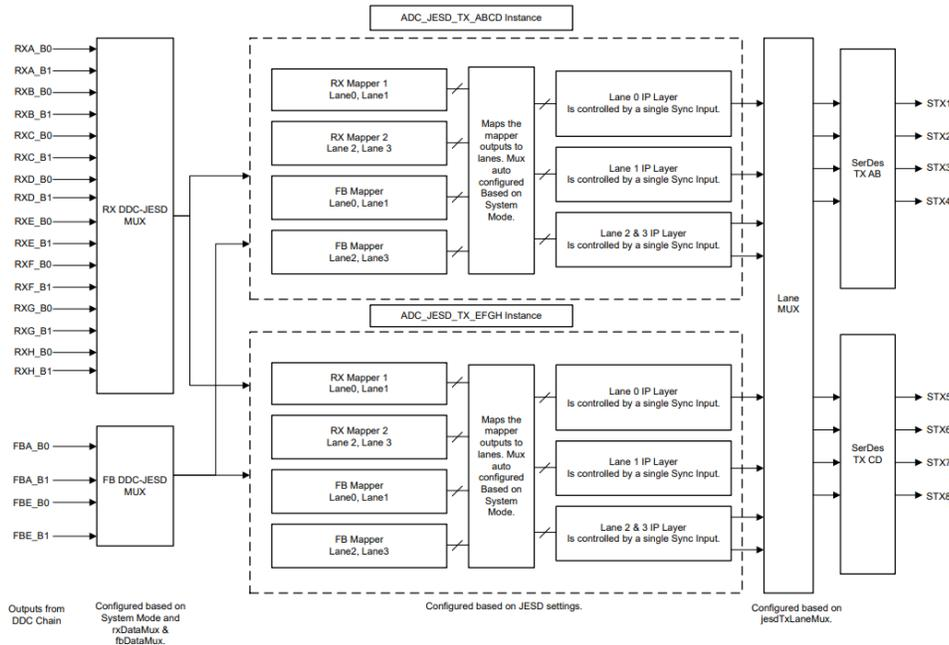
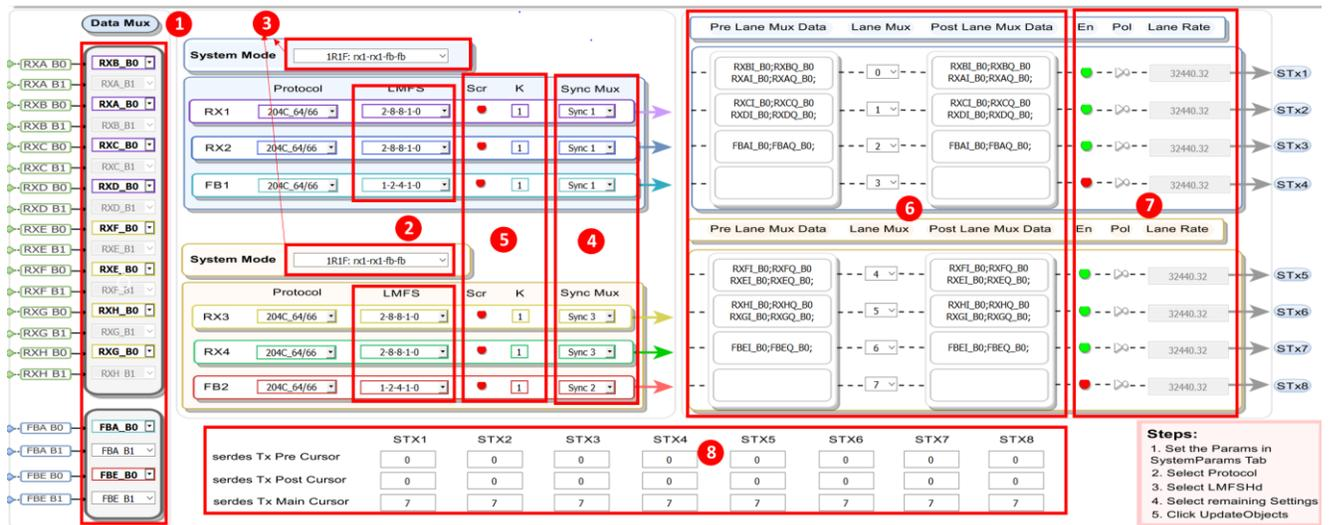

Figure 2. AFE80 ADC\_JESD 模块功能框图
Figure 3. AFE80 ADC\_JESD 模块功能框图
ADC\_JESD 模块是处于 ADC 侧的 JESD204 发送模块。按照 JESD204C 的协议，也可以将 ADC\_JESD 模块分成实现传输层的映射模块 (Mapper)，实现链路层的 IP Layer，以及负责物理层传输的 Serdes 模块，如下图 2 所示。
除了和 JESD 协议相关的模块之外，在 AFE80 内部还增加了两个通道开关（MUX），一个是位于 DDC 模块和 Mapper 模块之间的 Data Mux，另一个是在 IP layer 和 Serdes 模块之间的 Lane mux。这两组通道开关为用户提供了非常灵活的从 ASIC 数字通道到 AFE80 射频模拟通道之间的映射关系。本章将结合 AFE80 的功能框图和 GUI 软件 Latte 界面去分别介绍每一个模块的功能以及配置方法，如图 3 所示。下面章节将分别对这些模块和参数进行介绍。
RX/FB DDC-JESD MUX 又被称为 Data Mux 模块，位于 DDC 模块和 JESD 模块之间，默认的数据通道顺序是 RXA-RXH, FBA, FBE。但是在实际的应用中由于布板限制，用户可能需要将 AFE80 的默认数据通道顺序进行调整。AFE80 可以支持当交换的两个通道具有相同的接口速率时，可以通过 Data Mux 将通道之间的数据进行交换。比如，默认情况下任何 LMFS 组帧格式中，RXA 的数据始终在 RXB 之前，如果想要改变顺序就需要利用 Data Mux 将 RXA 通道和 RXB 通道进行交换。如图 3 所示，当交换了 RXA 和 RXB 的顺序之后，数据在 Serdes lane 上的顺序也会改变，但是需要注意的是每个通道 I, Q 数据的顺序是无法颠倒的。用户可以通过 Latte 界面检查自己的配置文件，如图 3 中①所示。下面将介绍使能 Data mux 功能时需要配置的系统参数。
RX/FB JESD 组帧方式由参数 LMFSHdRx/Fb 进行配置。由于 AFE80 中含有两个 ADC\_JESD 模块，因此一个 ADC\_JESD 内核的 LMFSHdRx/Fb 最多是按照 4 条 STX lane 定义的。如果要将 8 条 STX lane 配置成一个 link，只需要将 L 和 M 翻倍即可。AFE80 支持几乎所有常用的 LMFSHdRx/Fb 的配置，本文不再赘述。用户也可以在 Latte 界面中找到对应的配置，如图 3 中的 ②所示。
ADC\_JESD 有多种 System mode，可以根据具体用例进行选择。JESD system mode 对于每一个 ADC\_JESD 模块都是独立的。不同的 JESD system mode 决定了 Mapper 的使用方式。Mapper 可以单独使用，也可以合并在一起使用。用户可以根据需求选择不同的模式，如图 3 中 ③所示的下拉框中所支持模式的具体定义可以参考图 4。其中列出了 AFE80 可以支持的所有 JESD system mode，Mode 1 和 Mode 4 是最常用的两种模式。图 5 中列出了在每一种模式下，Mapper 是如何对数据进行处理。其中：
AFE80 内部在 JESD204C 中可以有 6 个 ADC JESD Sync 组合，分别时 Sync1~Sync6。Sync 信号的配置必须根据 JESD system mode 和 LMFSHd 的配置进行配置，对于同一个 JESD link 来说需要用到的 IP layer sync 信号必须一致。如图 2 所示，每一个 IP layer 都由一个 sync 信号进行控制。当 JESD system mode 和 LMFSHd 配置好后 IP layer 的 Sync 组合已经确定，所以 AFE80 GUI 软件 Latte 考虑到这一点，当用户选定了 JESD system mode 和 LMFSHd 参数时，会自动的进行 Sync 信号的配置。在 Latte 中对应的模块如图 3 中④所示。
IP layer 模块属于 JESD204 协议中的链路层 (link layer)，主要负责建立 JESD204 链路时的收发侧的协议交换以及对 mapper 输出的原始数据进行 8b/10b, 64/66b, 64/80b 编码。和之前的 Sync Mux 模块一起决定了每一条 lane 上的数据排列。IP layer 中包含了以下参数。在 Latte 中的位置如图 3 中⑤所示。
用户也可以在 latte 中更改图 3⑥所示的红色方框中配置 lane mux，然后点击“refresh GUI”去检查是否已经将 lane 的数据正确的进行了 map。
Serdes 模块中有两个相关配置，Serdes TX 的输出极性（`serdesTxLanePolarity`）和 Serdes TX 均衡（`serdesTxPre/Post/MainCursor`）。如图 3 中⑦所示，AFE80 的 Serdes 的极性可以由用户进行配置，但需要注意的是需要让接收和发送侧极性配置相关，否则会造成建链失败。
Serdes STX 提供了 3 tap 的 FFE，用户可以对不同抽头的权重进行调整对眼图质量进行优化。不同抽头的权重可以通过 CAPI 函数“`setSerdesTxCursor`”进行设置。当用户使用 Latte 进行参数设置时可以在图 3 中⑧block 进行设置。